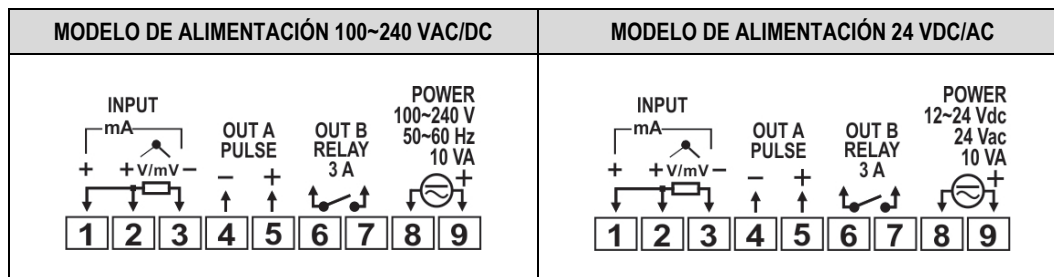

Figura 11 – Etiquetas de conexión eléctrica
- **50 mV, 5 V y 10 V:** La Figura 11 muestra cómo realizar la conexión para 0-50 mV, 5 V y 10 V.